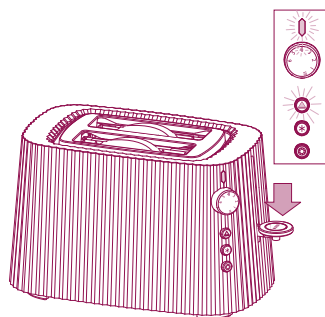

fig. 4
4. Abbassate la leva lift mechanism per accendere l'apparecchio e per far scendere le fette di pane nel tostapane. (fig. 4). Quando il tostapane è in funzione, sono accesi i led della spia di accensione, del numero selezionato per il tipo di tostatura e tasto del CANCEL ▲. (fig. 4)